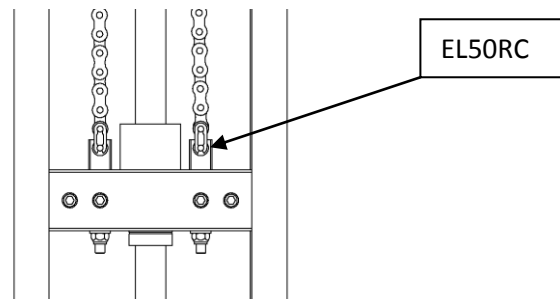

Figura 7
8. Una vez que las cadenas son alimentadas a través de la parte superior de la máquina, haga correr cada cadena hasta el bloque de carga y conectar al adaptador de cadena usando los enlaces principales suministrados. La Figura 7.